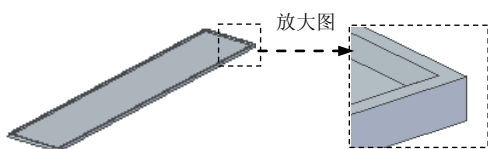
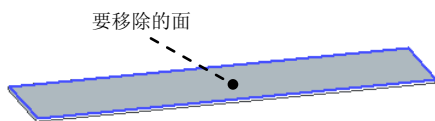

图 8.13.199 薄壁特征 1
图 8.13.200 定义移除面
③ 单击“主页”操控板中的“关闭草图”按钮，退出草图绘制环境。
(3) 定义拉伸属性。在命令条单击按钮定义拉伸深度，在“距离”文本框中输入值 17，方向沿 Z 的正方向。
(4) 单击按钮，完成特征的创建。
Step5. 创建图 8.13.199 所示的薄壁特征 1。
(1) 选择命令。单击“主页”功能选项卡“实体”区域中的薄壁按钮。
(2) 定义薄壁厚度。在命令条的“同一厚度”文本框中输入值 7，单击按钮设置壁厚方向为向内偏置。
(3) 定义移除面。在系统提示下，选取图 8.13.200 所示要移除的面，然后按 Enter 键。
(4) 在命令条中单击预览按钮显示其结果，并单击完成按钮，完成特征的创建。